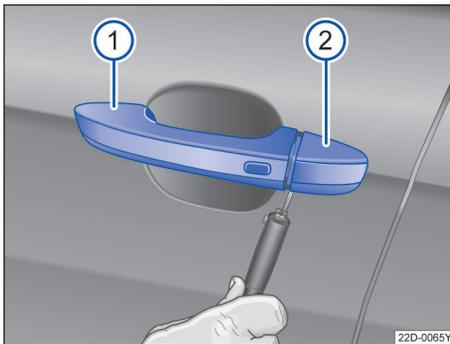

图 54 取下在驾驶员车门内车门锁的盖罩
- 拉起开门把手 ①。
- 将无线遥控钥匙的钥匙头从下面插入盖罩的开口内→图 54②。
- 转动钥匙以便松开盖罩并取下→图 54。